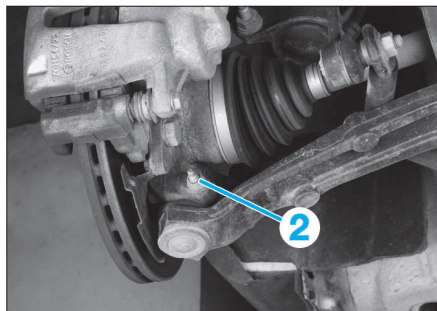

FIG. 17
- la rotule du triangle (2) (Fig.17).